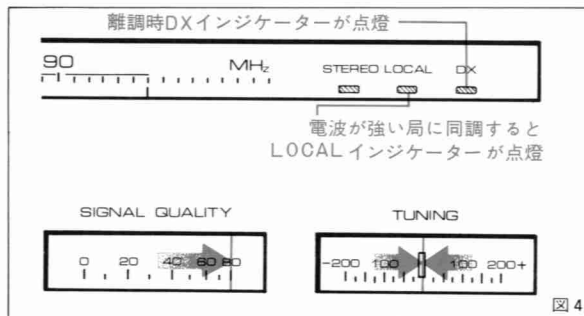

図 4
- ④ SIGNAL QUALITY ⑮ メーターの振れが最大、TUNING ⑯ メーターの指針がセンターに位置するように ⑥ チューニングつまみを回して同調をとってください。(図 4)
- ⑤ 放送がステレオの場合には、STEREO インジケータ ③ が点灯し、モノラルになると自動的に消えます。